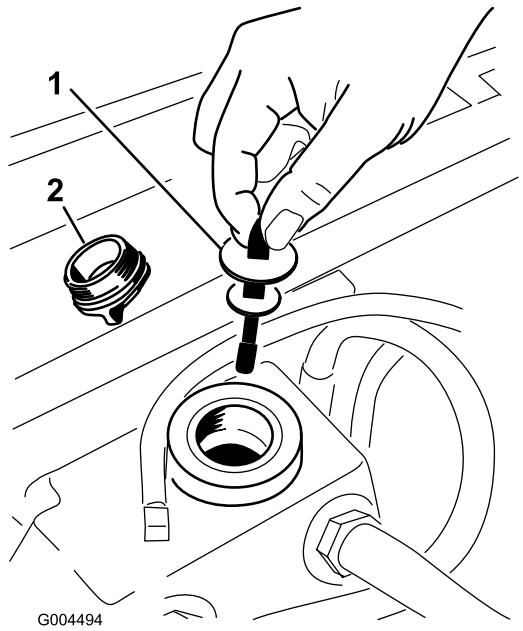

Figura 79
5. Retire el tapón de llenado de aceite hidráulico del cuello de llenado (Figura 79).
6. Retire la varilla y límpielo con un paño limpio (Figura 79).
7. Introduzca la varilla en el cuello de llenado; luego retírela y verifique el nivel del aceite (Figura 79).